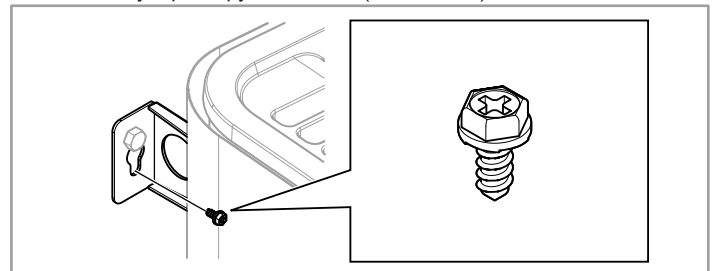

Рисунок 14: Фиксирующий винт для кронштейна
12. Зафиксируйте нагреватель в неподвижном положении, используя фиксирующий винт (см. Рис. 14).